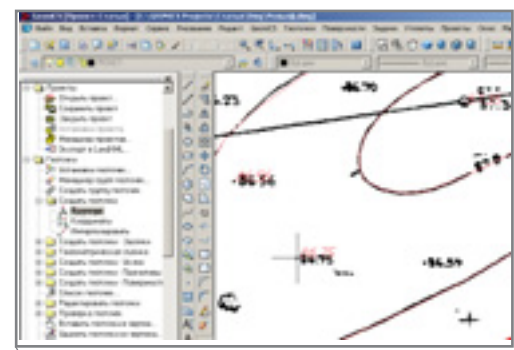

Рис. 11
11. После оцифровки горизонталей остается оцифровать характерные точки плана: на вершинах и в местах с редким расположением горизонталей. Для этого выбираем в Панели навигатора команду *Создать геоточки* → *Вручную*, последовательно указываем местоположение точек и вводим их отметки (рис. 11). Оцифрованные точки попадают в базу данных проекта, где их